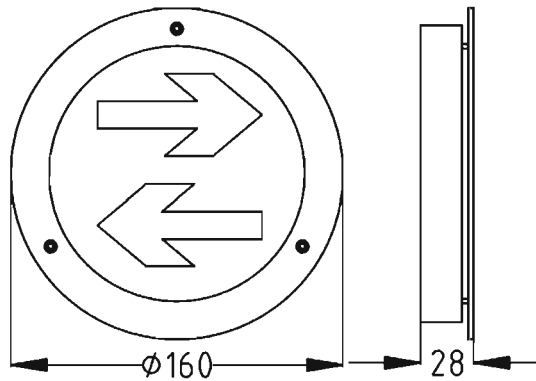

图 56
1. 标志灯为玻璃面板直径 160mm。外形示意图如图 56 所示。